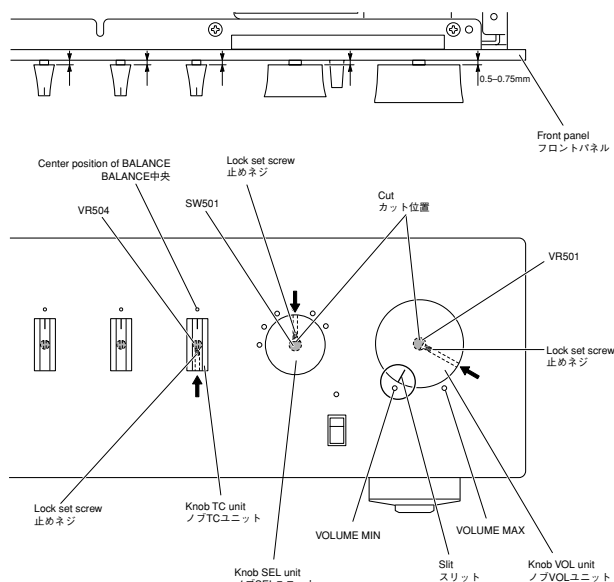

Fig. 2
- Turn the VOLUME (VR501) counterclockwise fully. (Fig. 2)
- Match the slit in the knob VOL unit with the "VOLUME MIN" position and install it in that state. (Fig. 2)
- Keep about 0.5 mm to 0.75 mm clearance from the front panel to knob VOL unit. (Fig. 2)
- Turn the INPUT (SW501) so that the cut in it comes at the top. (Fig. 2)
- Install the knob SEL unit with its lock set screw positioned at the top. (Fig. 2)
- Keep about 0.5 mm to 0.75 mm clearance from the front panel to knob SEL unit. (Fig. 2)
- Turn the BALANCE (VR504) in both directions and set it to the center position. (Fig. 2)
- Match the slit in the knob TC unit with the center position of BALANCE and install it in that state. (Fig. 2)
- Keep about 0.5 mm to 0.75 mm clearance from the front panel to knob TC unit. (Fig. 2)
- Tighten the lock set screw of the knob TC unit. (Fig. 2)
- VOLUME (VR501) を左いっぱいに戻します。(Fig. 2)
- ノブVOLユニットのスリットを"VOLUME MIN"の位置に合わせ、取り付けます。(Fig. 2)
- フロントパネルからノブVOLユニットまで0.5～0.75mm程度隙間をあけます。(Fig. 2)
- VOLUME (VR501)のカット位置に止めネジ位置を合わせ、止めネジを締めます。(Fig. 2)
- INPUT (SW501)のカット位置が上になるよう回します。(Fig. 2)
- ノブSELユニットの止めネジ位置を上にして取り付けます。(Fig. 2)
- フロントパネルからノブSELユニットまで0.5～0.75mm程度隙間をあけます。(Fig. 2)
- INPUT (SW501)のカット位置に止めネジ位置を合わせ、止めネジを締めます。(Fig. 2)
- BALANCE (VR504) を左右に回し、中央の位置に合わせます。(Fig. 2)
- ノブTCユニットのスリットをBALANCE中央の位置に合わせ、取り付けます。(Fig. 2)
- フロントパネルからノブTCユニットまで0.5～0.75mm程度隙間をあけます。(Fig. 2)
- ノブTCユニットの止めネジを締めます。(Fig. 2)